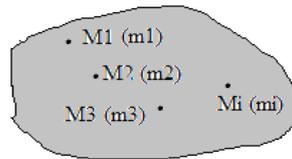

Figure III.1
Considérant un système discret (ou discontinu) (S) de N points matériels (qui ont une distance entre eux) de masse (m_i) Figure III.1. Donc la masse totale d'un système discret est la somme de toutes les masses des points matériels qui le constitue :